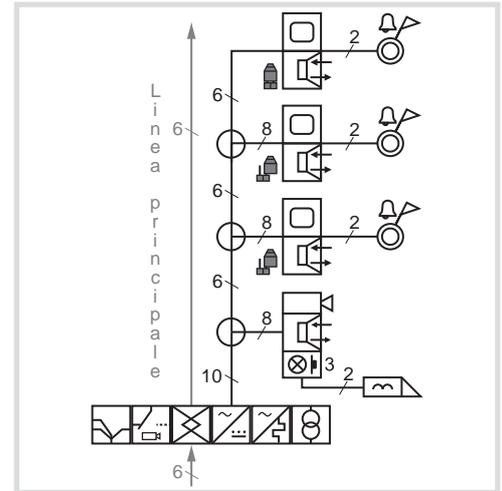

Figura 23: video 6D – Collegamento di una stazione da porta sui piani
**D** Le stazioni da porta sui piani possono essere usate per chiamare solo i posti interni della linea di pertinenza (figura 23). Come indirizzo della porta sui piani si può impostare A ... F.